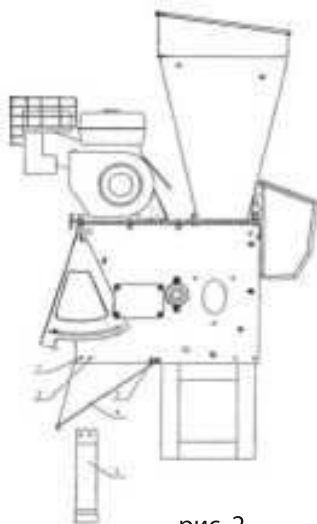

рис. 2.
2. Закрепите передний упор (5), см. рис. 2.